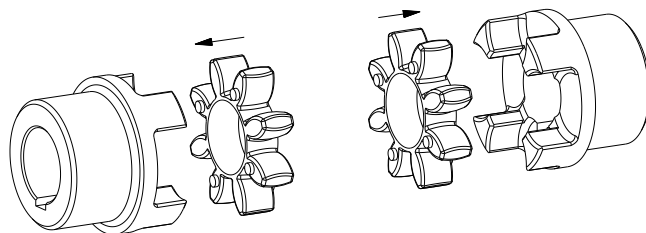

Fig. 14 : Montage des anneaux
- Placez les anneaux dans les doigts du moyeu (voir fig. 14).